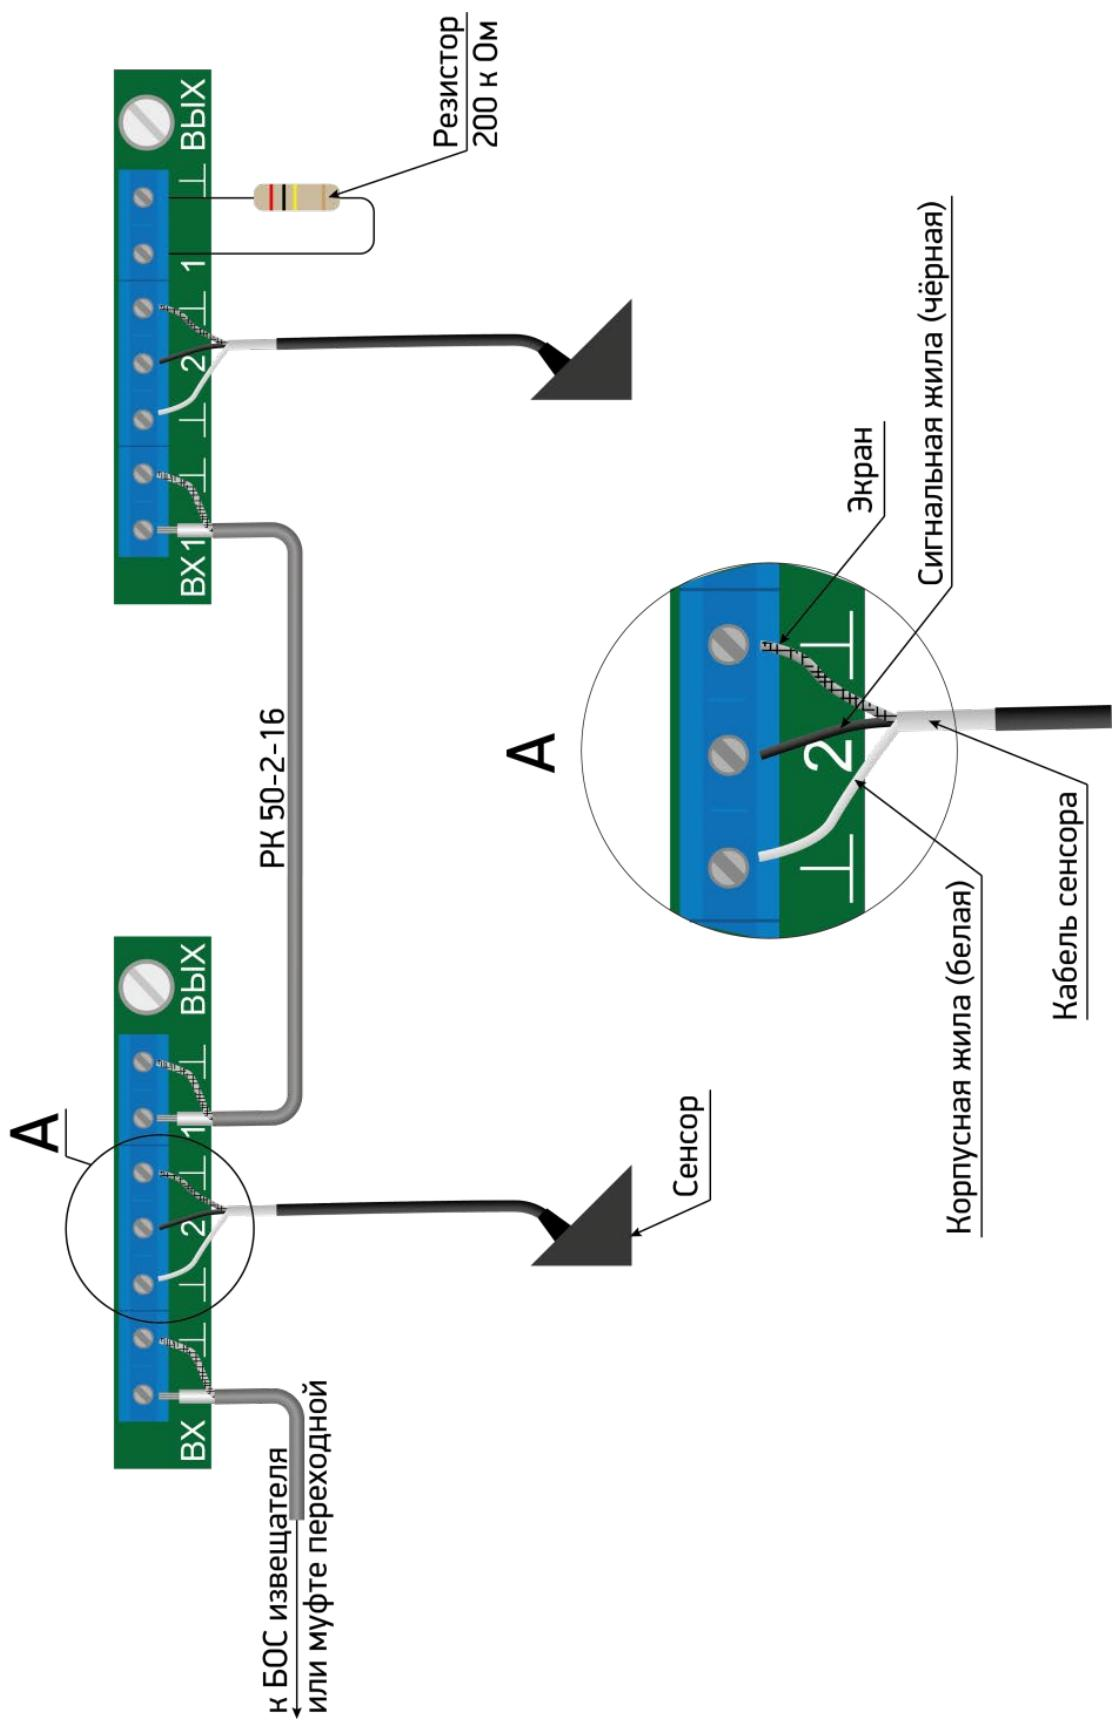

Рисунок 4.42
– центральную жилу кабеля соединительного РК предназначенного для подключения к входу БОС, либо к муфте переходной (в зависимости от проекта) подключить к клемме «1 ВХ», экранирующую оплетку к клемме « $\perp$ » (рисунок 4.42);
– подключить сигнальную жилу кабеля сенсора к клемме «2», вторую жилу и экран кабеля сенсора подключить к двум крайним клеммам « $\perp$ » (рисунок 4.42)
– центральную жилу кабеля соединительного РК предназначенного для подключения к следующему РЧС-Т, подключить к клемме «1 ВЫХ», экранирующую оплетку к клемме « $\perp$ » (рисунок 4.42);